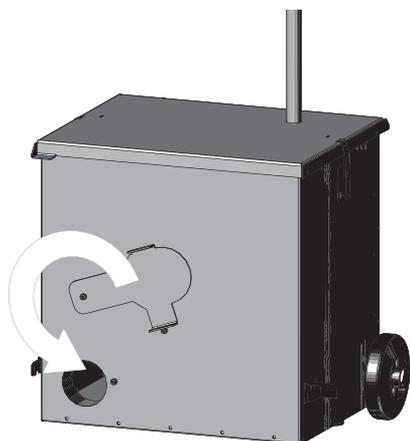

Fig. 52
- Öffnung verschließen und Aschebox zum Entleerungsort fahren – Fig. 52.